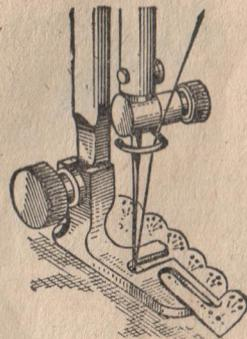

Рис. 46.
**7.19.11. Пришивание кружев (рис. 46)**